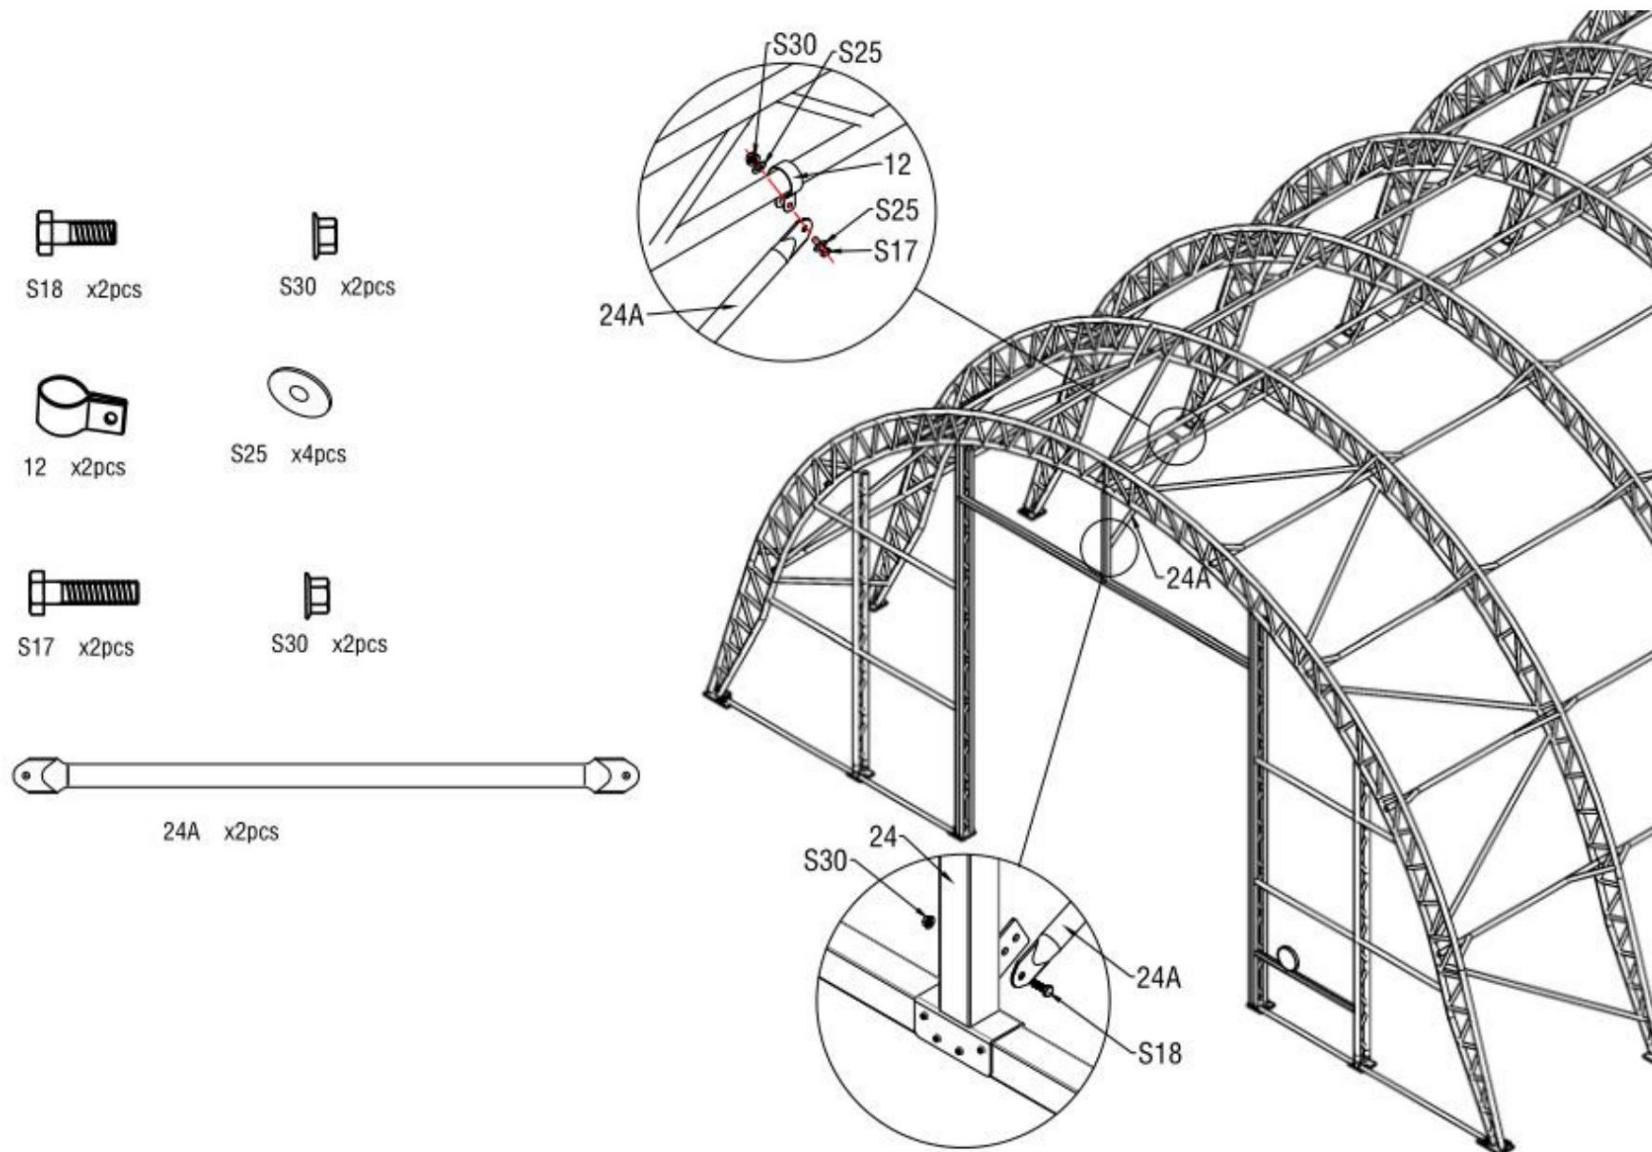

Figure 15
2. Fixez les clips (n° 12) sur les pannes à double ferme (n° 8) et installez le tube de support diagonal pour poutre de porte (n° 24A) sur les clips comme indiqué sur la figure. 15 spectacles. Veuillez connecter le tube de support diagonal pour poutre de porte (n° 24A) entre le cadre de porte et les pannes à double ferme (n° 8) en utilisant la vis M10x30 (n° S18) et la vis M10x50 (n° S17) avec une rondelle plate M10 (n° S25).